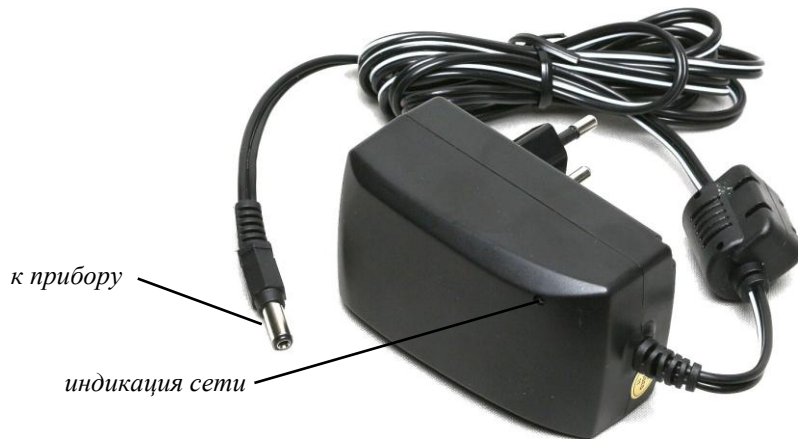

Рисунок 6.26
- подключить разъем блока питания-зарядки (рисунок 6.26) к соответствующему гнезду прибора;